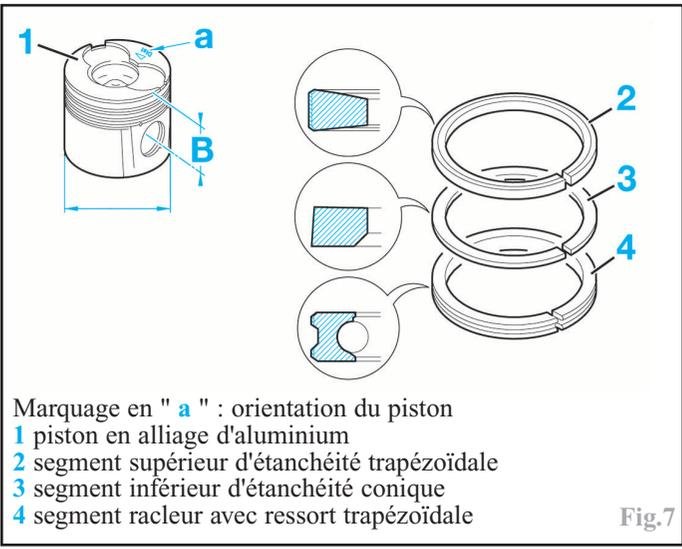

Fig.7
Diamètre du piston (A) (Fig.7) : **73,528 ± 0,075 mm**.